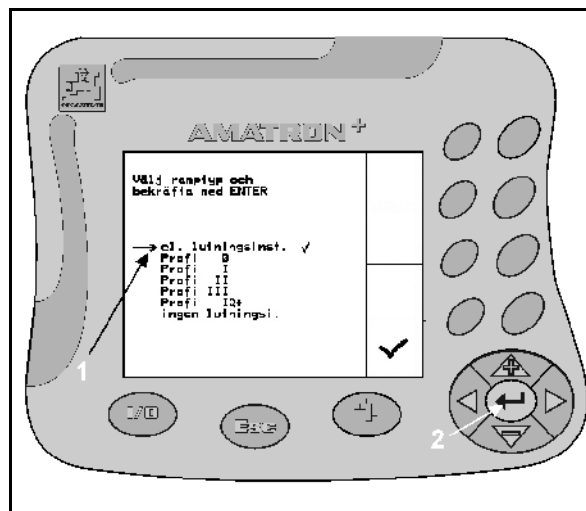

Fig. 98
1. Placera urvalspilen (Fig. 98/1) med hjälp av knapparna  resp.  vid önskad utrustning.
2. Tryck på  (Fig. 98/2), för att bekräfta vald utrustning för **AMATRON⁺**.